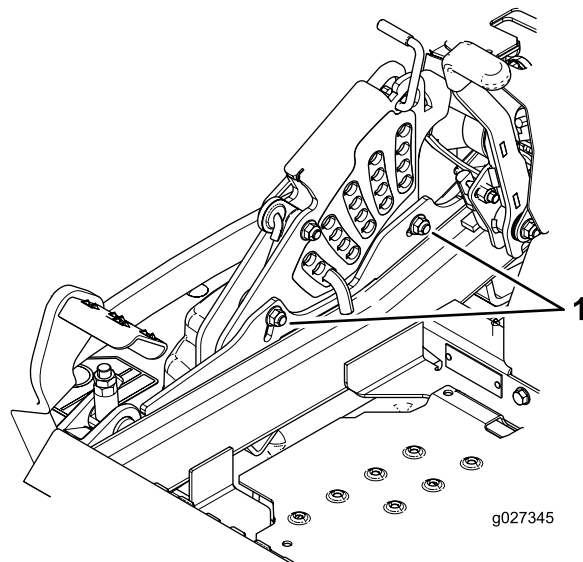

Figura 111
11. Para ajustar el sistema de ajuste de un solo punto, afloje los 2 pernos situados cerca del borde inferior de la pletina de altura de corte (Figura 111).
13. Apriete los 2 pernos en el borde inferior de la pletina de altura de corte (Figura 111).